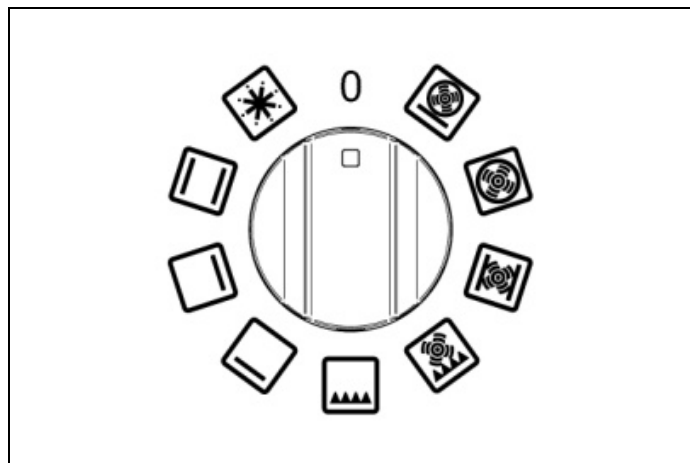
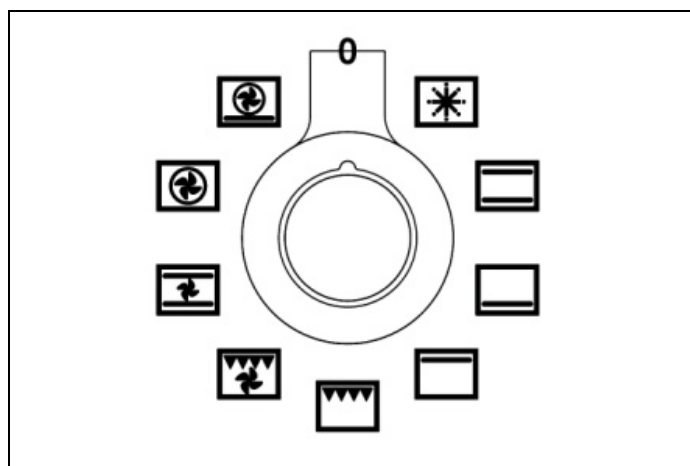
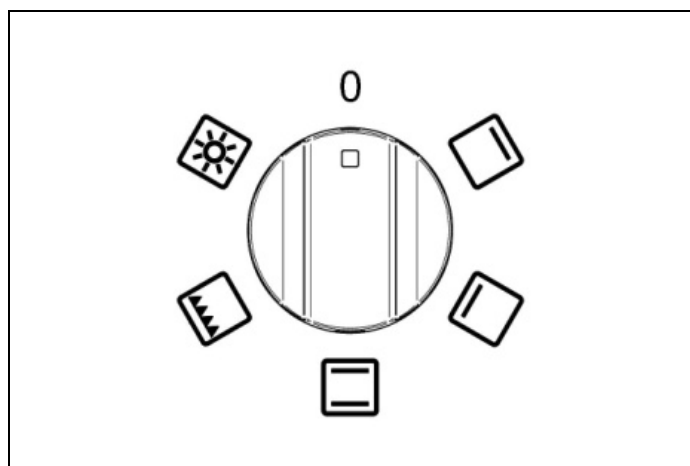
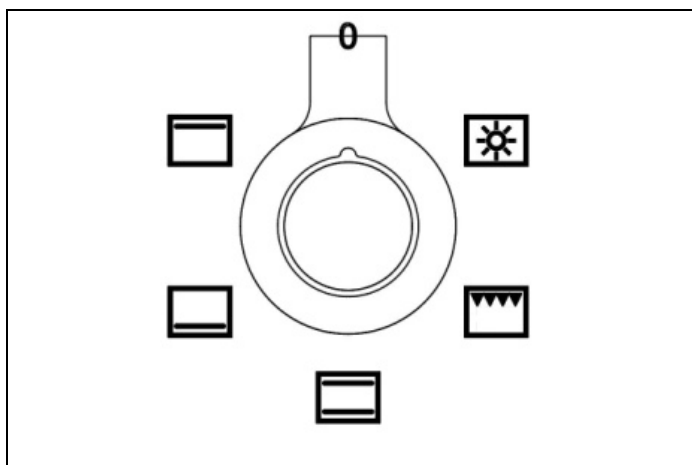

Fig. 19
Fig. 20
Fig. 21
Fig. 22
- 1) Tourner le bouton des fonctions (**Fig. 19 -Fig. 20 et Fig. 21 -Fig. 22**) dans le sens des aiguilles d'une montre pour sélectionner la fonction souhaitée.